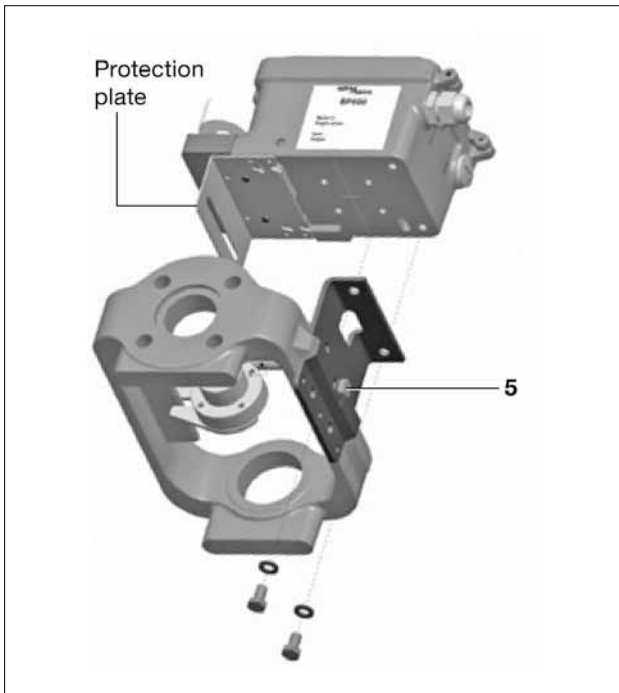
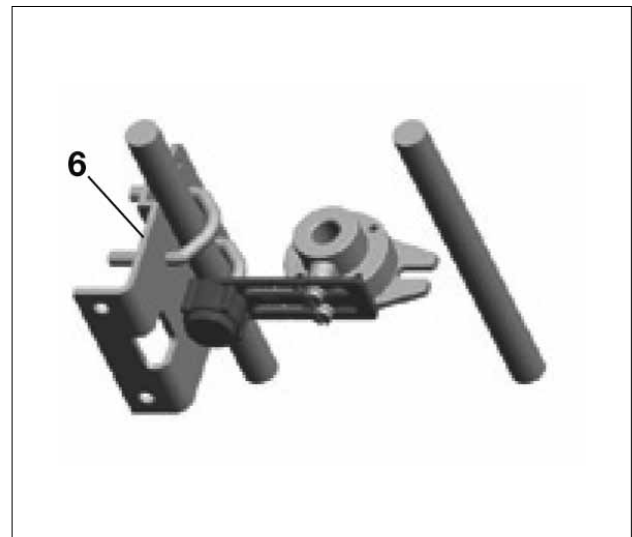

Bild 26
Bild 29
8. Nachdem der Stellungsregler korrekt positioniert wurde, sind die Schrauben (5), siehe Bild 26 bzw. Muttern (6), siehe Bild 29, festzuziehen. Das Anzugmoment sollte zwischen 10 und 12Nm betragen.